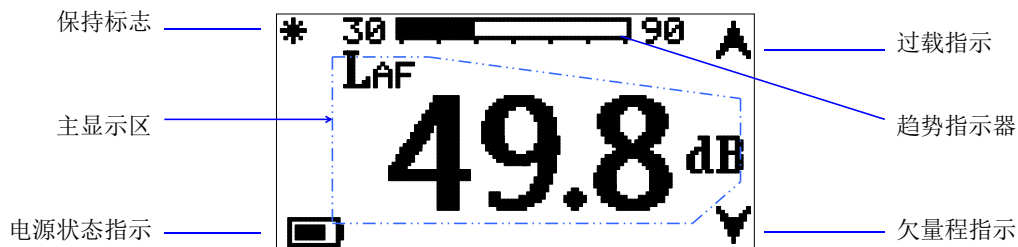

图 9 测量时间计权声级时的显示器
4.6.1.1 HY114B 和 HY114D 的模式选择开关置于“普通”时，可测量 A 频率计权 F 时间计权声级或 C 频率计权 F 时间计权声级。测量时间计权声级显示器的界面如图 9 所示。
在时间计权声级测量(见 4.6.1)过程中,按住功能按钮,即能“冻结”(保持)主显示区当前显示的时间计权声级,此时,在显示器的左上角针对出现保持标志“⌘”并闪烁,见图 9。